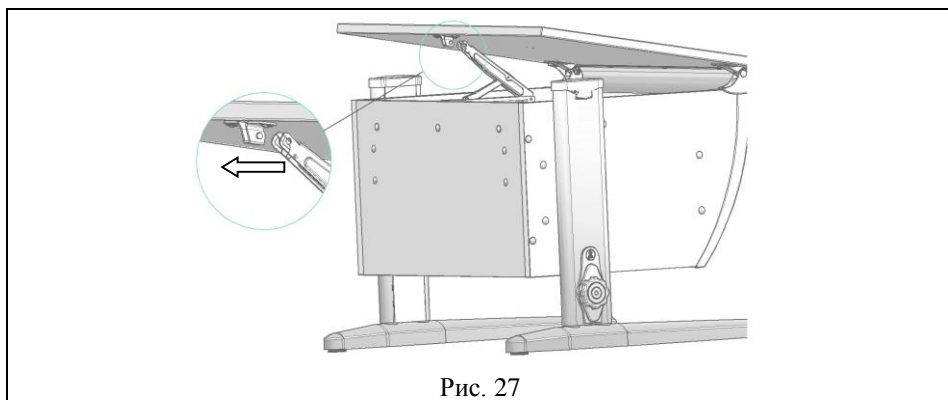

Рис. 27
5.6.2. Фиксатор столешницы Multiflex верхней частью ввести в кронштейн верхний, согласно рис. 27; 27а.
Рис. 27а